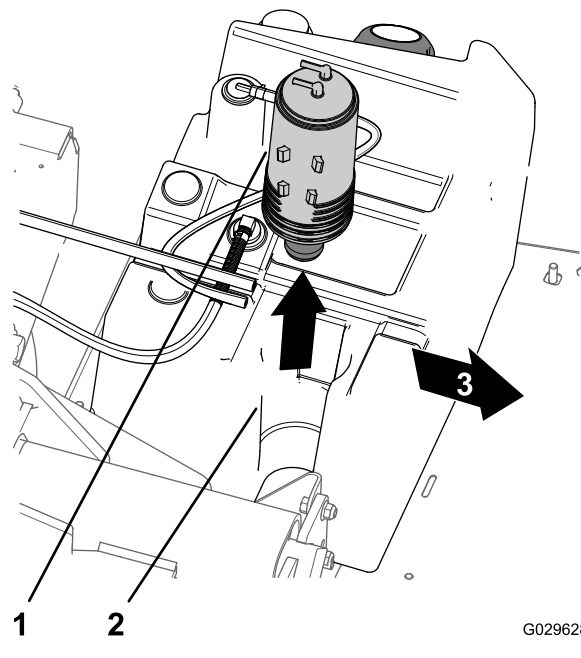

Figura 45
- Levante o recipiente de carbono da montagem do recipiente de carbono no depósito de combustível (Figura 45).
7. Insira o novo recipiente de carbono na montagem do recipiente de carbono do depósito de combustível com as uniões purga e depósito de combustível alinhadas para trás (Figura 45).